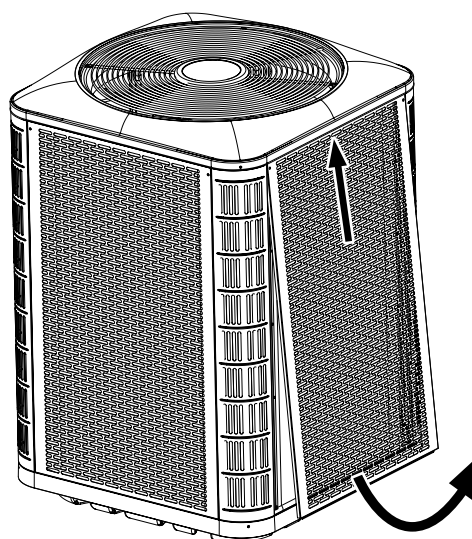

Figure 5. Désassemblage du panneau
- Pour accéder aux composantes internes de l'appareil, consultez la Figure 5 pour désassembler le panneau et la Figure 6 pour installer le panneau.
2. Glissez le panneau vers le haut et le bac supérieur pour dégager la bride inférieure du bac inférieur. Voyez la Figure 5.